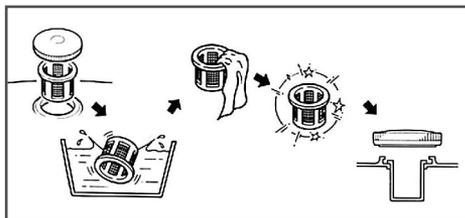

Рис. 15
Топливный фильтр (2), установленный в горловине бака, проверяйте при каждой заправке бака топливом. При необходимости вынимайте сетчатый фильтр из бака и производите его очистку (Рис. 15). Регулярно проверяйте целостность сетчатого фильтра, при обнаружении механических повреждений замените сетчатый фильтр.